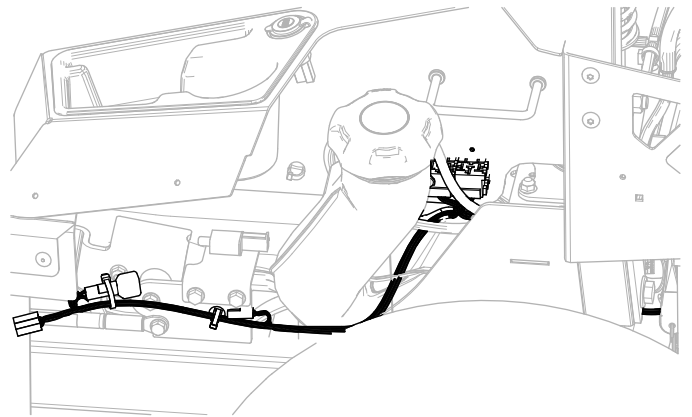

Figure 13
2. Faites passer le faisceau (Figure 13) le long du côté gauche du cadre et à travers le clip enfichable que vous avez installé à l'opération 1.